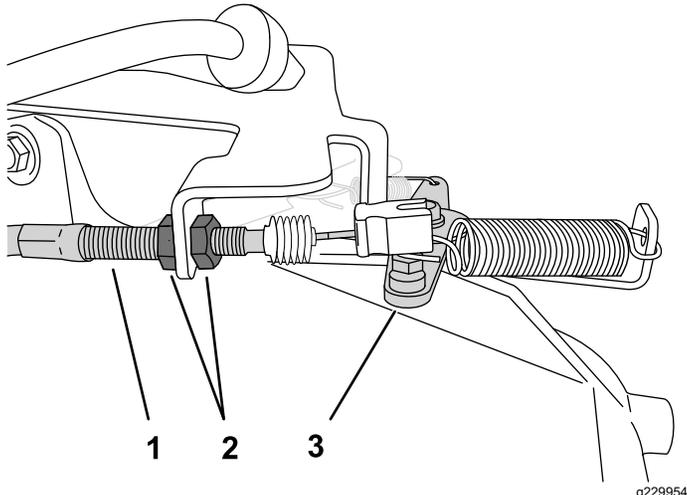

Рисунок 41
2. На корпусе троса дроссельной заслонки ослабьте переднюю контргайку и затяните заднюю контргайку, чтобы увеличить малую частоту холостого хода (Рисунок 41).